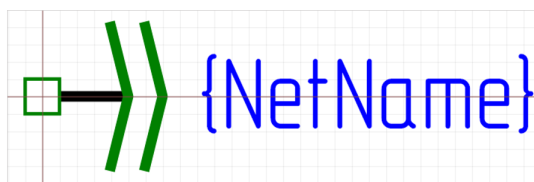

Рис. 65 Межлистовой порт соединитель
- Межлистовой - для переноса цепей между листами, см. Рис. 65.